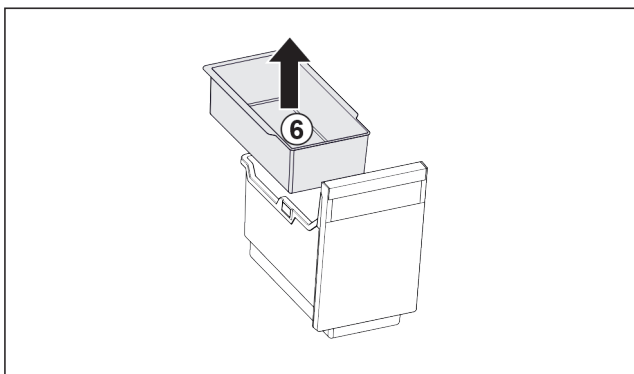

Fig. 119
- ▶ Извлеките Fig. 119 (6) подвесной лоток.